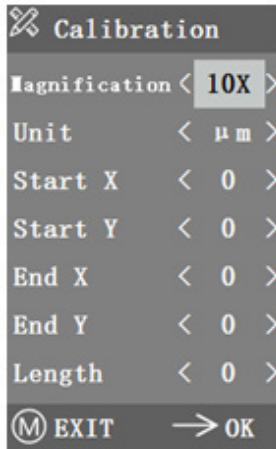

Figura 5-7
2. Acceda al menú Calibración, como se muestra en la Figura 5-7.